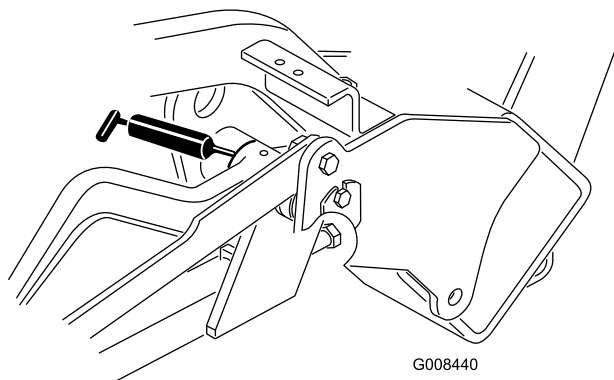

Figura 34
- Braços de elevação (3) (Figura 34)